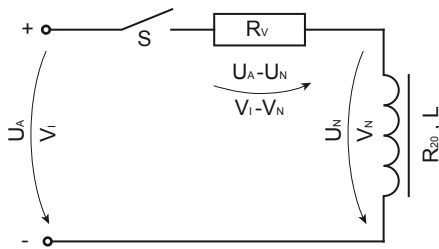

Fig. 4: Schnellerregung / Fast excitation
8.5. Schnellerregung mittels Vorwiderstand (Fig. 4)
8.5. Fast excitation by a series resistance (Fig. 4)